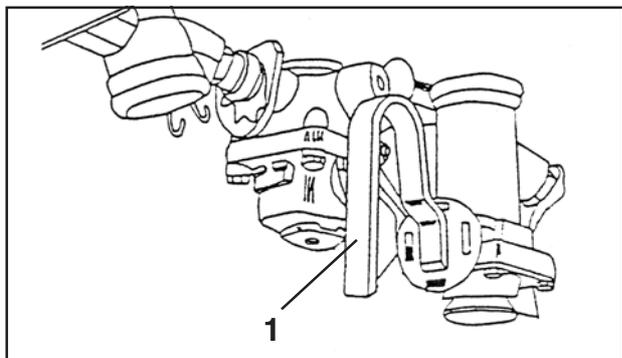

Рис. 5.9
- Для маневра отцепленной и, соответственно, автоматически поставленной на тормоз сеялкой, переведите рукоятку (рис. 5.9/1) регулятора тормозного усилия в позицию "Lösen" (снять).